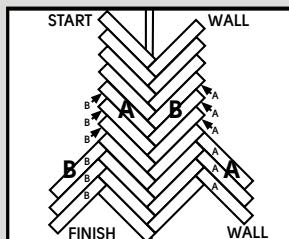

Fig. 7
- Comience en la "pared final" y deslice la junta final de un tablón "B" en el lado de un tablón "A". Deslice el tablón "B" hacia el extremo del tablón "A" en un ligero ángulo hasta que quede ajustada (Fig. 7). Nota: si hay alguna desviación de la línea central, el producto puede moverse de un lado a otro por el suelo (Fig. 7).